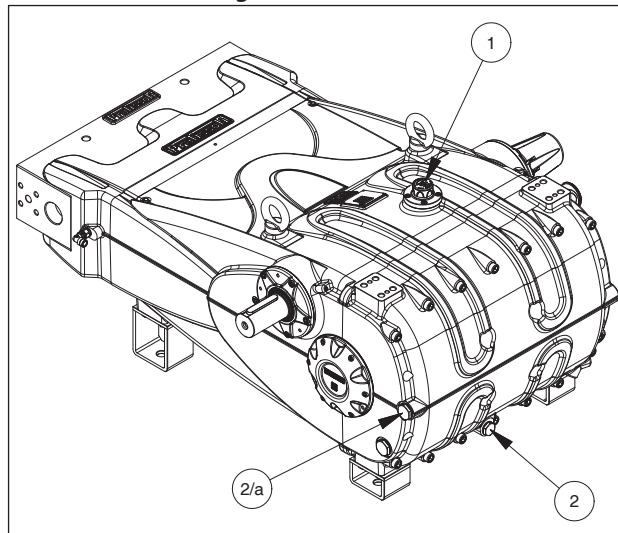

Abb. 4
Überprüfen Sie den Ölstand mithilfe des Ölmesstabs ①, Abb. 4.
Füllen Sie bei Bedarf über den Ölverschluss ①, Abb. 4 nach.
Die Ölstandskontrolle hat mit der Pumpe auf Umgebungstemperatur zu erfolgen, für den Ölwechsel soll die Pumpe dagegen auf Betriebstemperatur sein. Entfernen Sie dazu den Verschluss Pos. ②, Abb. 4. (Den Verschluss Pos. 2/a verwenden – bei der vertikalen Ausführung.)